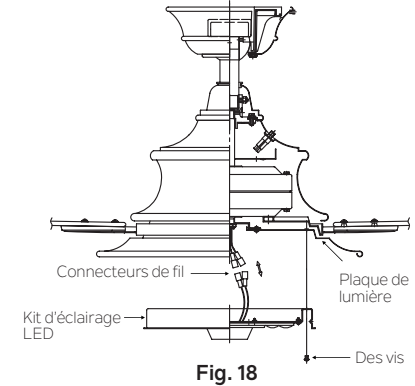

Fig. 18
Tenez le kit d'éclairage LED près de la plaque d'éclairage et connectez les fils blancs de la plaque de la prise et du ventilateur en poussant les connecteurs ensemble. Suivez la même procédure avec les connecteurs de fil noir. (Fig. 18)
**Étape 2.** Rentrez soigneusement les connexions dans la plaque lumineuse. Placez les trous de clé du kit d'éclairage LED sur les 2 vis précédemment desserrées de la plaque d'éclairage, tournez le kit d'éclairage jusqu'à ce qu'il se verrouille en place dans la section étroite des trous de clé. Fixez en serrant les trois vis. (Fig. 18)